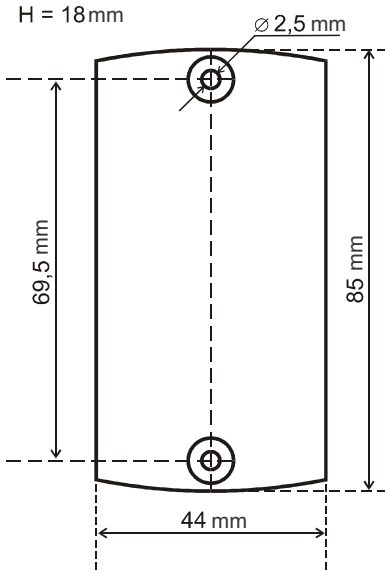

Abbildung 1
- Zeichnen Sie die Befestigungslöcher an und bohren Sie sie (Abb. 1).